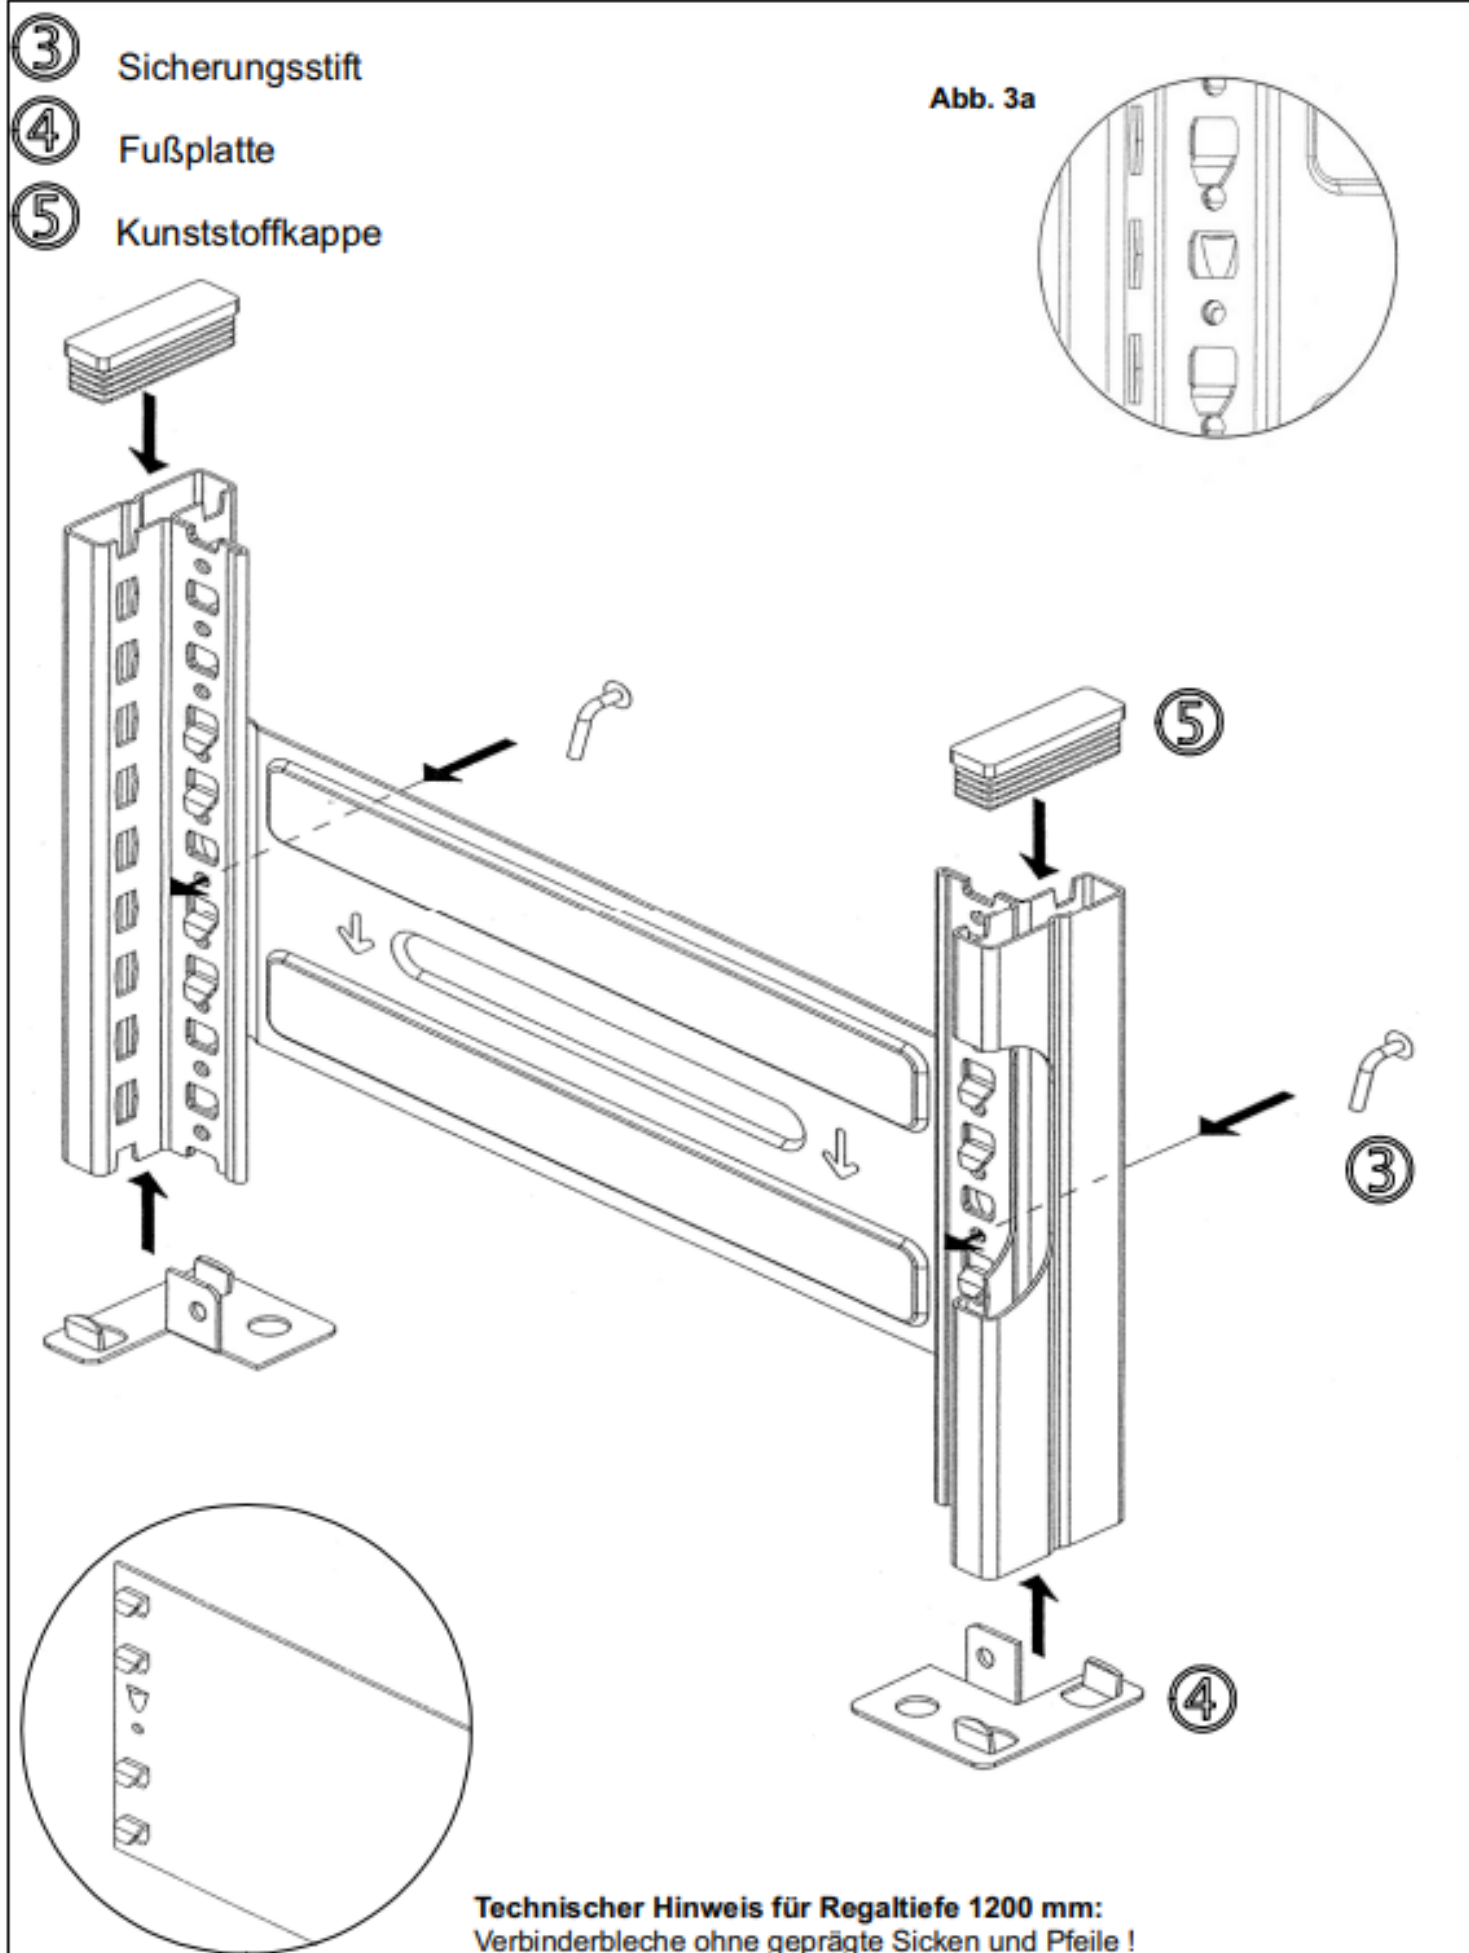

Abb. 3
1.5 Sicherungsstifte einsetzen (Abb. 3).